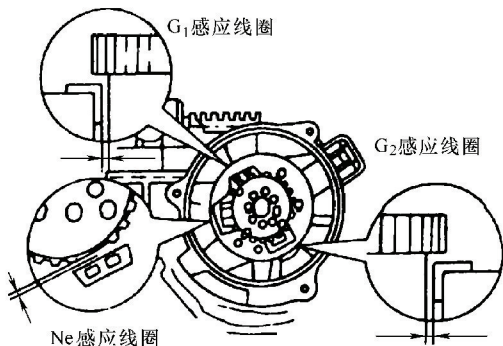

图 4-29 感应线圈与正时转子的间隙检查
3) 检查感应线圈与正时转子的间隙。用塞尺测量正时转子与感应线圈凸出部分的空气间隙，其标准间隙为 0.2 ~ 0.4mm，如图 4-29 所示。若间隙不在规定范围，则应调整或更换分电器总成。